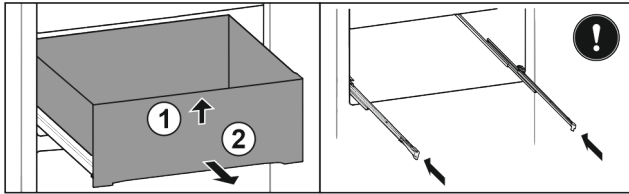

Fig. 28*
- ▶ Schubfach vorne anheben Fig. 28 (1).*
- ▶ Nach vorne entnehmen Fig. 28 (2).*